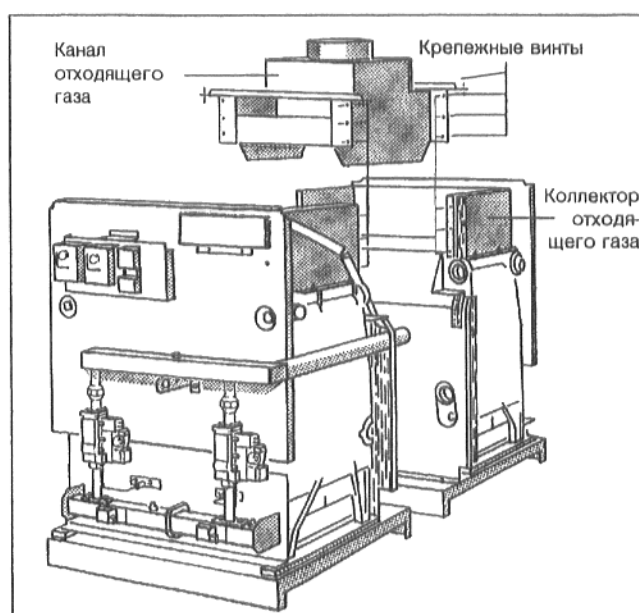

Рис. 6: Установка канала отходящего газа G334 XD
- Установить канал отходящего газа сверху между коллекторами отходящего газа (Рис. 6).
- Плотно привинтить канал отходящего газа (Рис. 6).